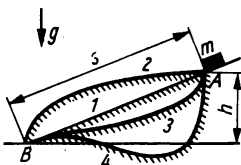

Bild 38
- 3.48** In Bild 38 bewegt sich ein Körper auf geneigter Ebene (Bahn 1) von A nach B. Bekannt sind Masse des Körpers, Länge und Höhe der geneigten Ebene sowie die Gleitreibungszahl. Die Anfangsge-